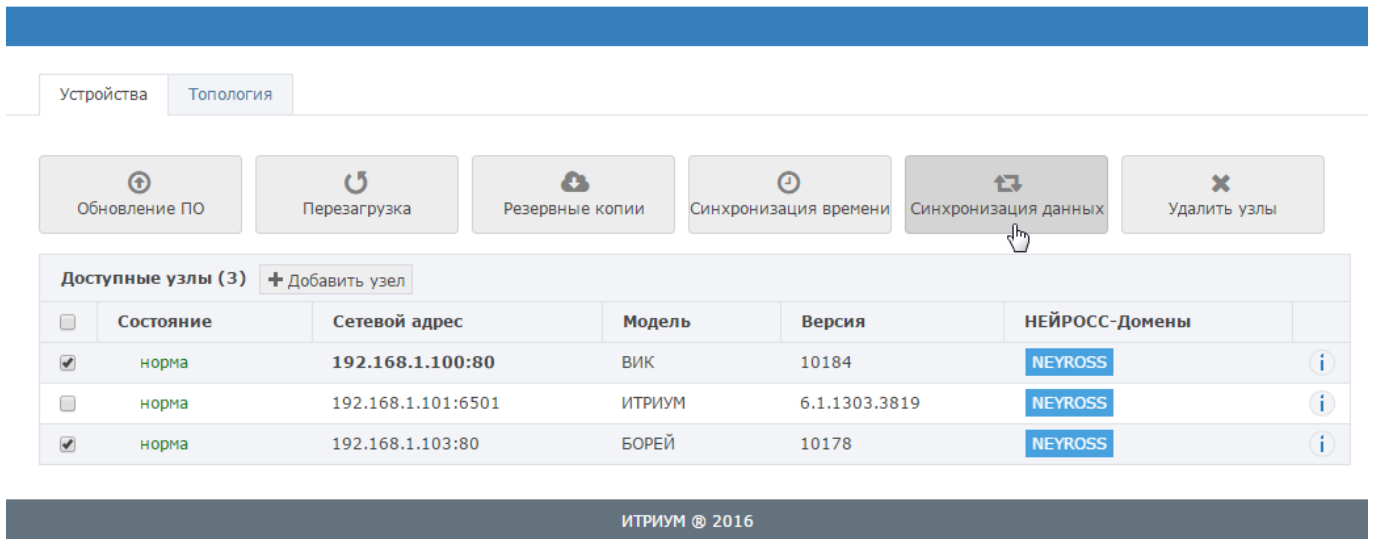

Рисунок 2.2 — Окно приложения Сеть
- Перейдите в раздел **Сеть** (рисунок 2.2), проверьте, что устройства в синхронизированы по времени (состояние **Норма**, отсутствует знак рассинхронизации времени ). Выберите «ВИК» и устройство-источник данных. Нажмите на кнопку **Синхронизация данных**.